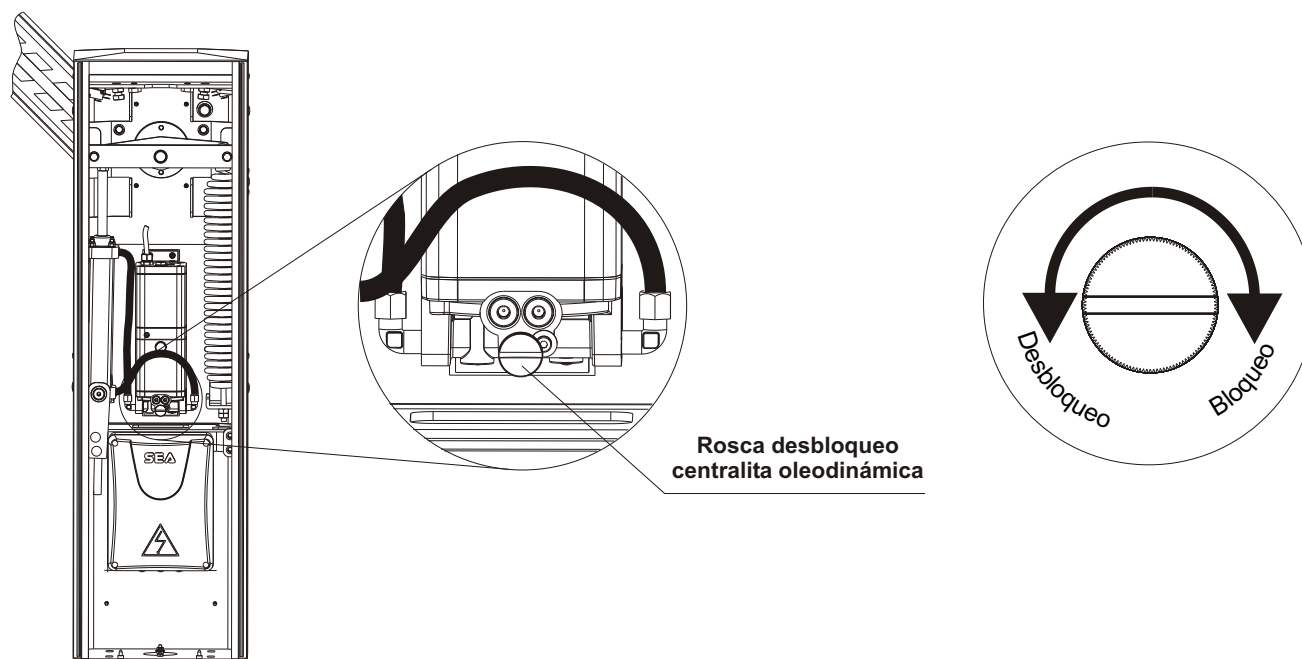

Fig.14
N.B.: antes de que se efectue esta operación desbloquear el motorreductor como en Fig. 14.